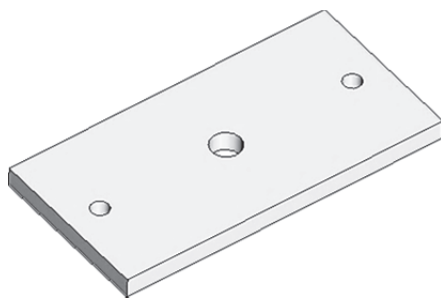

Рисунок 7.3
3. Выберите кнопку «Выталкивание», убедитесь, что выбрана кнопка «Сложение», а на вкладке параметров установите длину **3,0 мм**. Завершите ввод и закончите операцию (рис. 7.3).